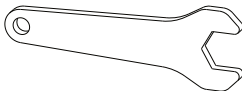

Рисунок 10
2. Ключ для гайки кронштейна используется для установки кронштейна на планку Picatinny (Рис.10).